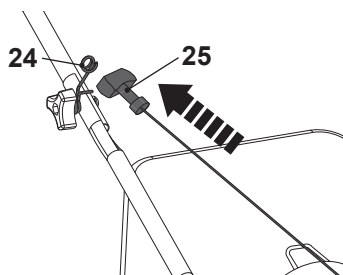

Fig. 12
2. Puxe a alavanca do motor de arranque (25) levemente até sentir resistência e, em seguida, puxe-a rapidamente. Faça isso repetidamente até que o motor arranque (Fig. 12).